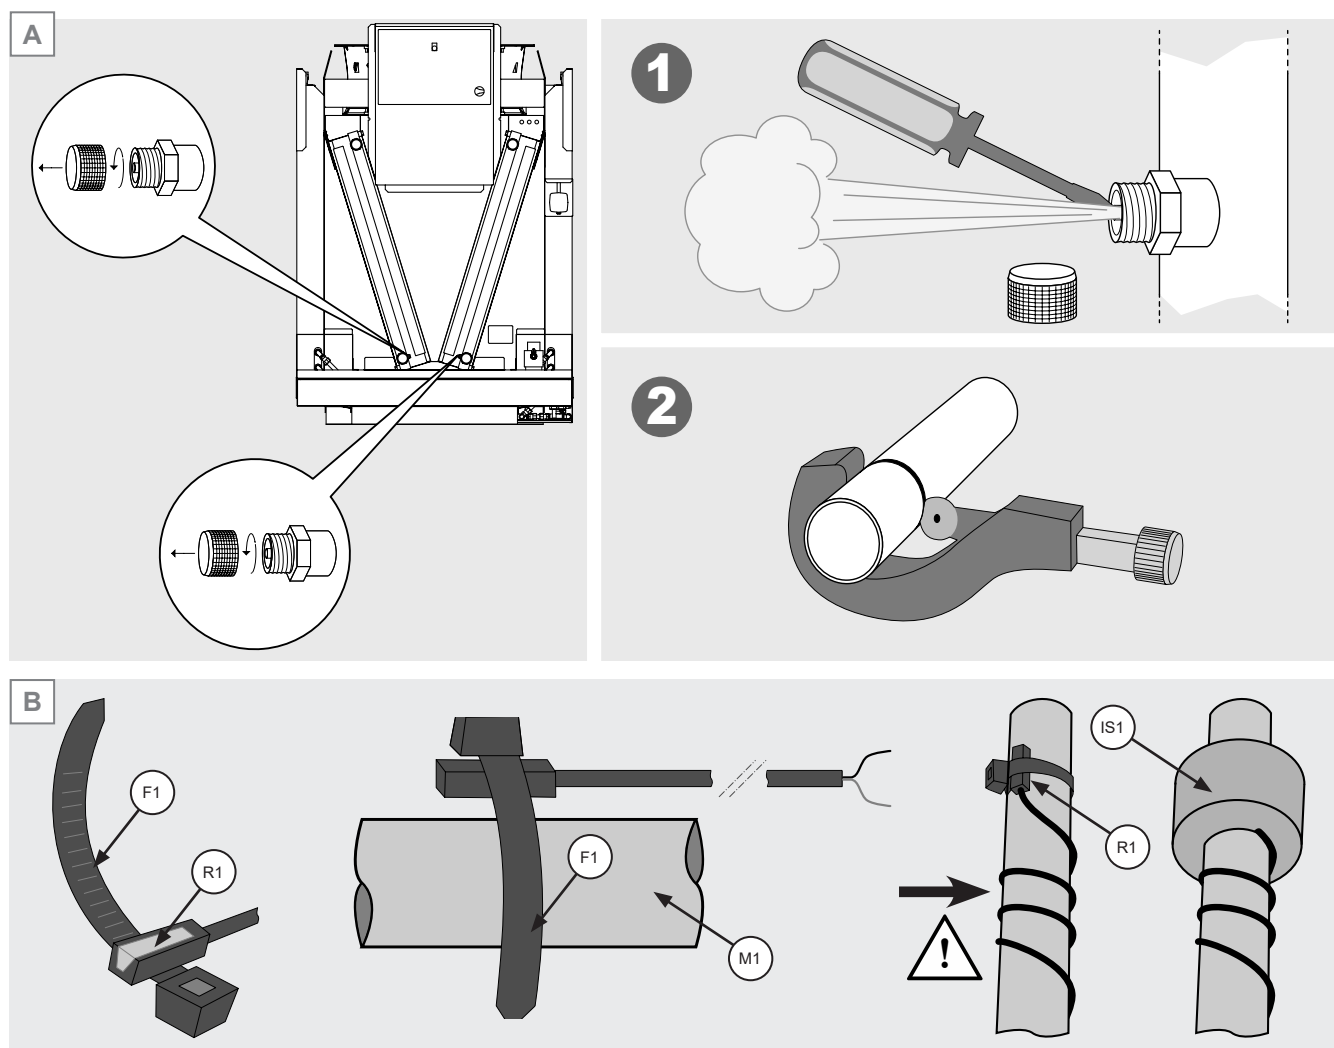

Figure 10
- 6.13 Avant de couper les manchons d'entrée et/ou de sortie (modèles AVK, AVS), évacuer la pression de précharge (environ 2 bar) de l'échangeur. Voir la Figure 10 A.
- 6.14 Pour les modèles de refroidisseurs de gaz uniquement : il incombe au client d'installer les sondes de température sur les manchons de sortie de l'échangeur de chaleur. Les sondes sont constituées d'une pince (F1) qui supporte le détecteur (R1) : la pince doit être fixée au manchon (M1) et le câble électrique (C1) doit être enroulé avec 2 bobines sur le tube lui-même. Isoler thermiquement la sonde avec l'isolant approprié (IS1). Voir la Figure 10 B.